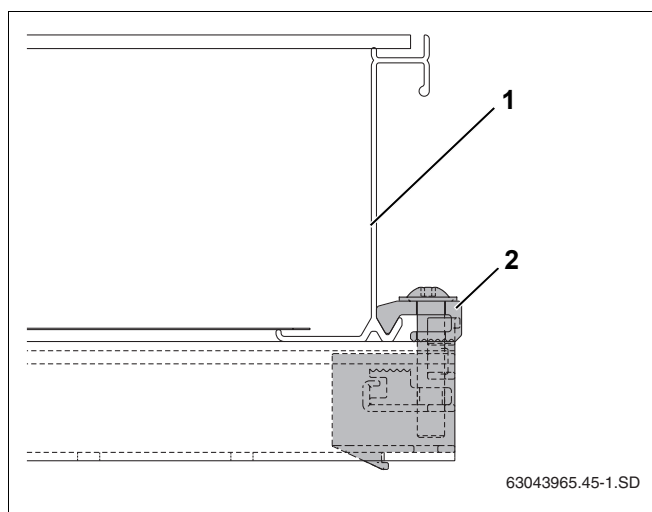

Рис. 46 Установленный односторонний зажим
- Осторожно сдвинуть коллектор (рис. 46, поз. 1) к одностороннему зажиму и выровнять в горизонтальной плоскости.
- Ключом SW5 закрутить зажим (рис. 46, поз. 2).
Теперь прижим (рис. 46, поз. 2) находится в нижней кромке коллектора.